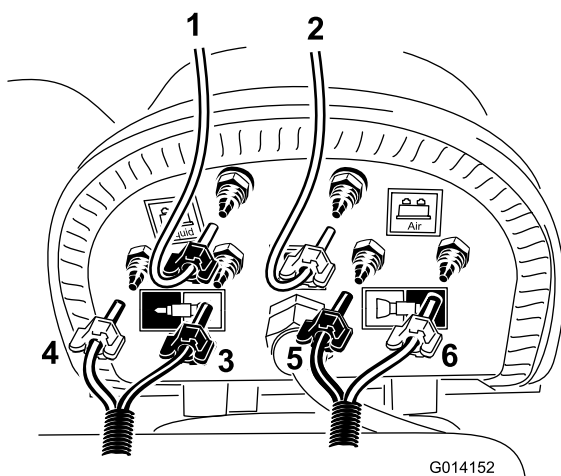

Рисунок 17
Примечание: Установите прозрачную трубку на **синий** или «жидкостный» штуцер компрессора, как показано на Рисунок 17. Закрепите обе трубки синими хомутами. Чтобы обеспечить необходимую для сборки бака длину трубок, потребуется срезать еще часть оболочки шланга.
3. Найдите короткий, предварительно отрезанный, контурный шланг и установите прозрачную трубку на оставшийся свободный штуцер на крышке бака, как показано на Рисунок 17.
5. Найдите пенный шланг, проложенный к левой стреле, и подсоедините его синюю и прозрачную трубки к штуцеру, как показано на (Рисунок 17).
6. Найдите пенный шланг, проложенный к правой стреле, и подсоедините его синюю и прозрачную трубки к штуцеру, как показано на (Рисунок 17).